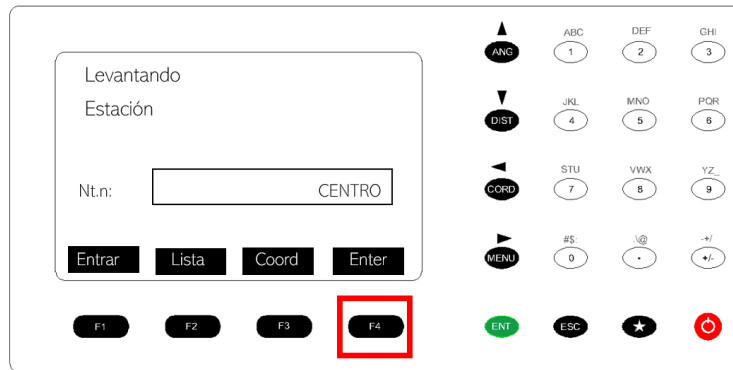

Figura 16. Comandos de la estación total.
21. Presionar el botón F4. Est. En la nueva ventana presionar el botón F1. Entrar e introducir el nombre del punto en el cual se encuentra la estación. Presionar Enter y verificar los datos. Presionar F3. Guardar. Figura 16.